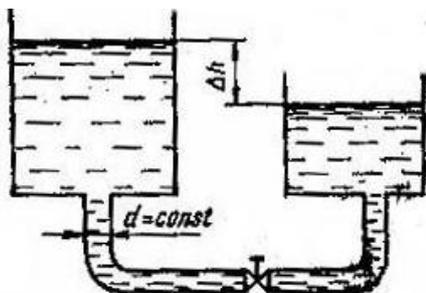

Рис. 11
20. Вода из одного бассейна в другой подается по новой стальной трубе диаметром 50 мм длиной 120 м с расходом 12 л/с. На трубе имеются местные сопротивления два колена с углом поворота 90° и полностью открытая задвижка. Определить разность уровней воды в резервуарах. (рис. 11)